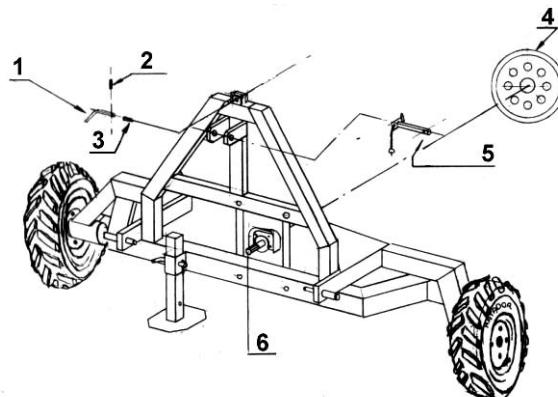

Рис. 23. Шасси для самостоятельного сева
В случае, если необходимо сеять сеялкой типа МВ без использования почвообрабатывающих машин, к сеялке необходимо присоединить шасси (рис. 23). Приводной шкив (4), который был установлен на выходном вале коробки передач ротационной бороны, необходимо демонтировать вместе с фланцем, а затем установить его на шлицевой вал шасси (6). Тем самым становится возможным привод вентилятора от трактора через карданный вал. Затем нижние тяги трактора наденем на пальцы шасси и раму прихватим третьей точкой, закрепим пальцем (5). Наденем карданный вал и задним ходом подадим под сеялку, которая стоит на опорных ногах.